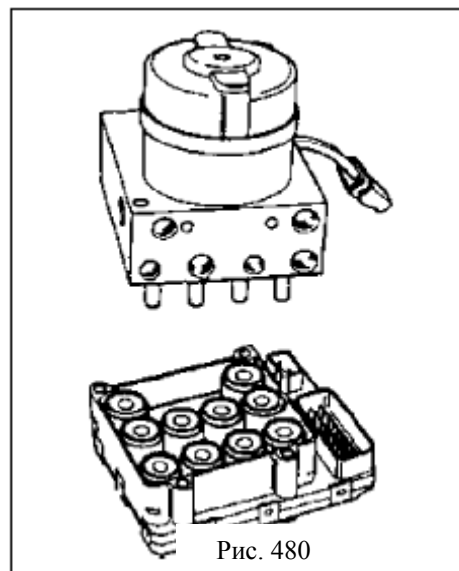

Рис. 480
3. Отсоедините гидравлический блок управления от электронного блока управления. (рис. 480)